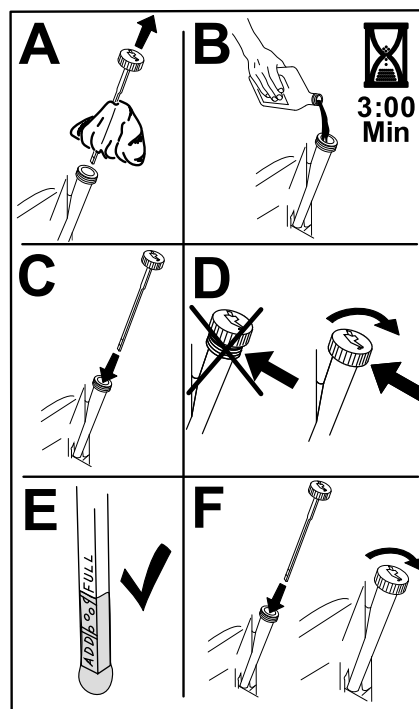

Figura 43
- Deite cerca de 80% do óleo especificado no tubo de enchimento e adicione lentamente o óleo adicional até chegar à marca de cheio (Figura 43).